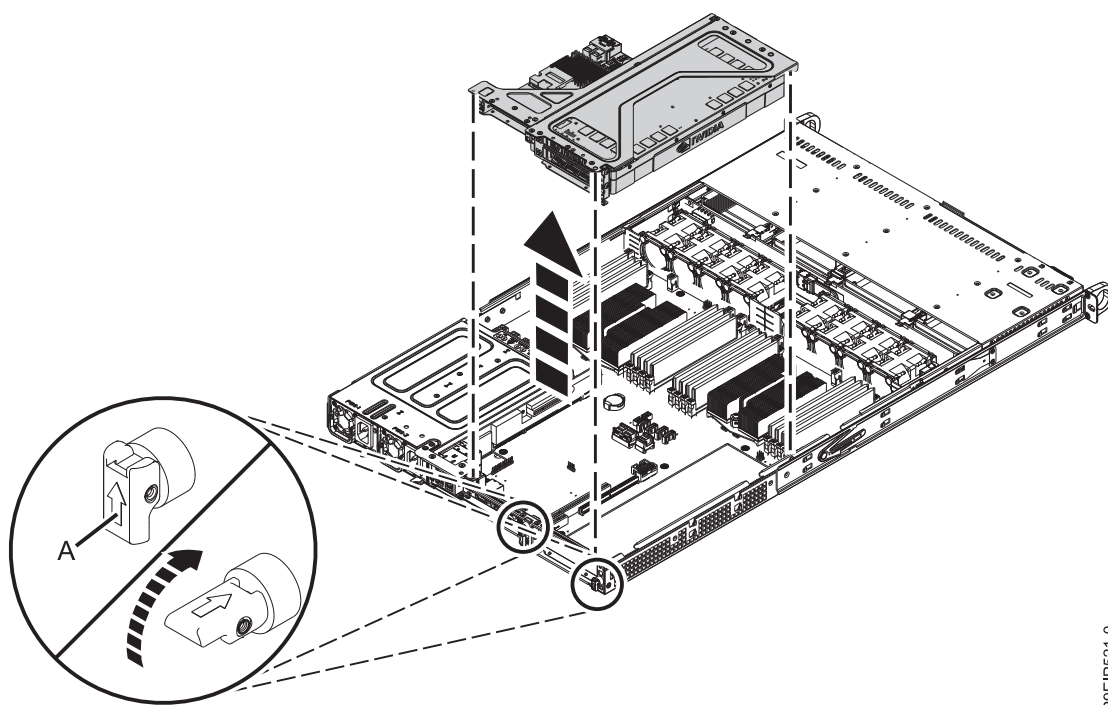

Figure 23. Retrait du connecteur de bus PCIe
- a. Retirez le connecteur de bus PCIe comme illustré dans la figure 23, à la page 29.
- 1) Rétractez les goupilles de retenue (A) de sorte que les flèches des onglets pointent vers le système.